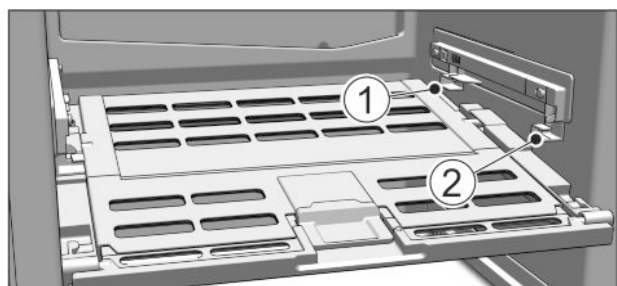

Fig. 16
- Deckel Fruit & Vegetable-Safe einsetzen: Deckelstege von unten in die hintere Halterung *Fig. 16 (1)* einführen und vorne in die Halterung *Fig. 16 (2)* einrasten.